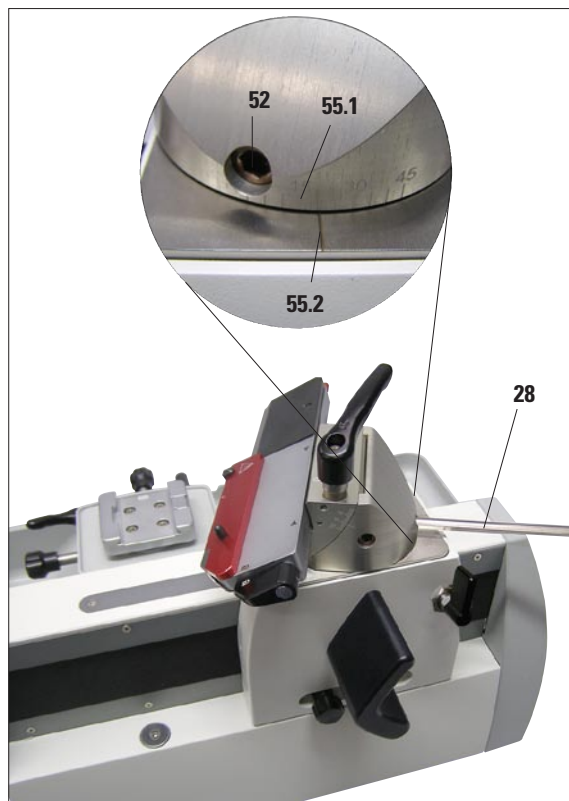

図 19
- 次にナイフホルダー (9) を約 90° 回し、ストッパー (18) を差し込んで挿入口 (56) を閉じ、六角レンチ T25 (63) でしっかりと締め付けます。
- ナ이프ホルダーを溝付きプレートに取り付けるために、ナイフホルダーベース (17) の後ろ側にあるネジ (52) をサイズ 6 のアレンキー (28) で締め付けます (図 19)。